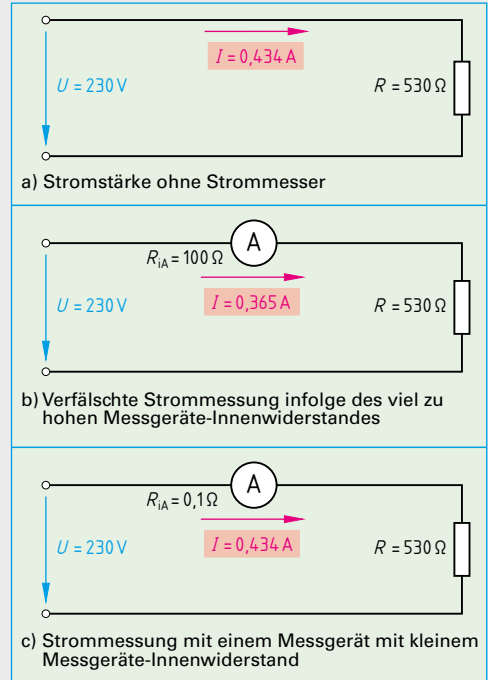

**Bild 1: Kräfteinwirkungen zwischen elektrischen Ladungen**
3. Zwischen elektrischen Ladungen bestehen Kraftwirkungen (**Bild 1**).